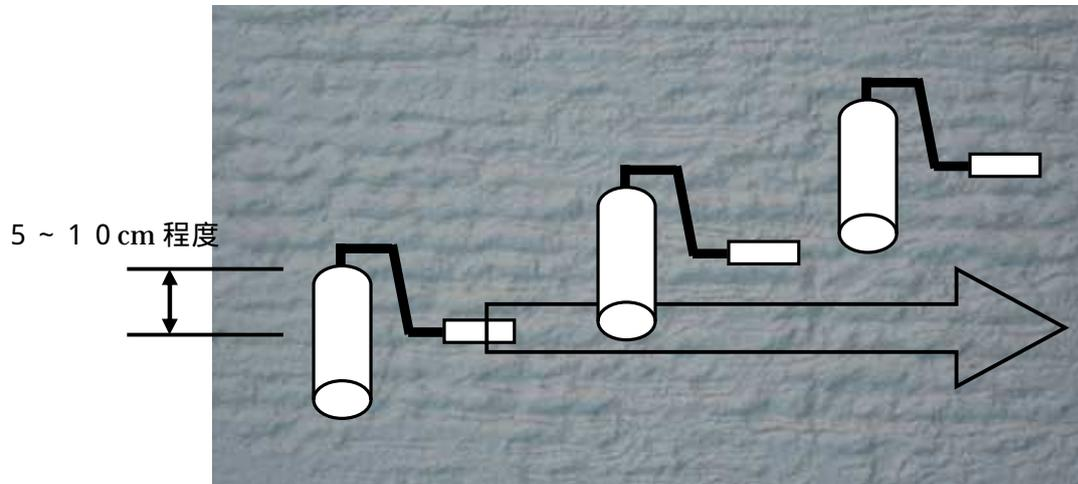

図3
・配り塗りしたジョリパットが乾燥しないうちに、J R - 1 8 8 を横方向に転がしパターン付けを行う(図3)。
- ・ 隣のパターンと5～10cm程度、交差するようにローラーを転がす。(図3)